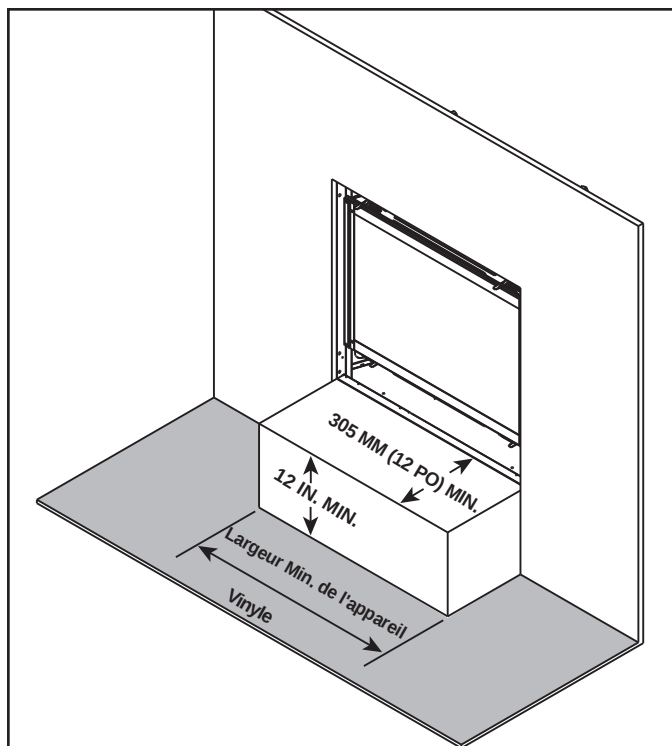
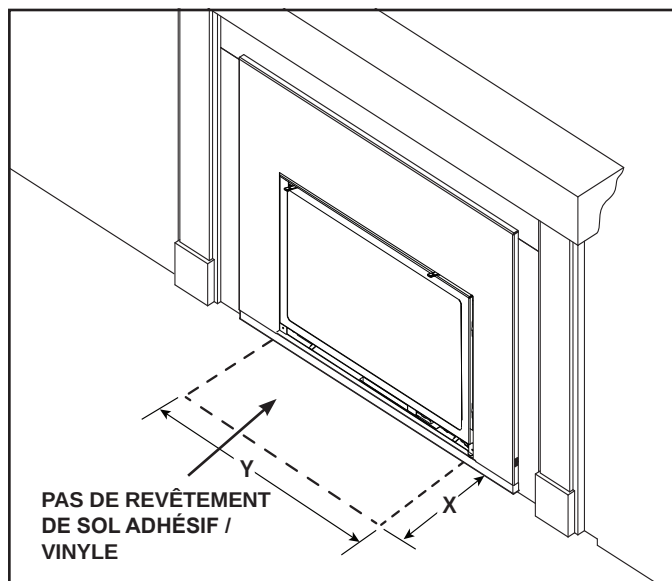

Figure 3.20 Recommandations pour les parements en vinyle
Figure 3.21 Âtre - Exception relative aux matériaux inflammables
- Le plancher inflammable peut être situé devant l'appareil. Figure 3.20 Recommandations pour les parements en vinyle
Les parements en vinyle sont sensibles à la chaleur. Pour éviter d'endommager le parement en vinyle, unâtre de 304 mm (12 po) minimum x 304 mm (12 po) minimum est recommandé lors de l'utilisation du parement en vinyle jusqu'au mur. Voir la figure 3.20. S'il n'y a pas d'âtre, il est recommandé de prévoir un dégagement d'au moins 610 mm (24 po) devant l'appareil pour le parement en vinyle OU le bas de l'appareil doit être surélevé d'au moins 610 mm (24 po) par rapport au sol pour permettre l'installation du parement en vinyle jusqu'au mur. Voir la figure 3.21.